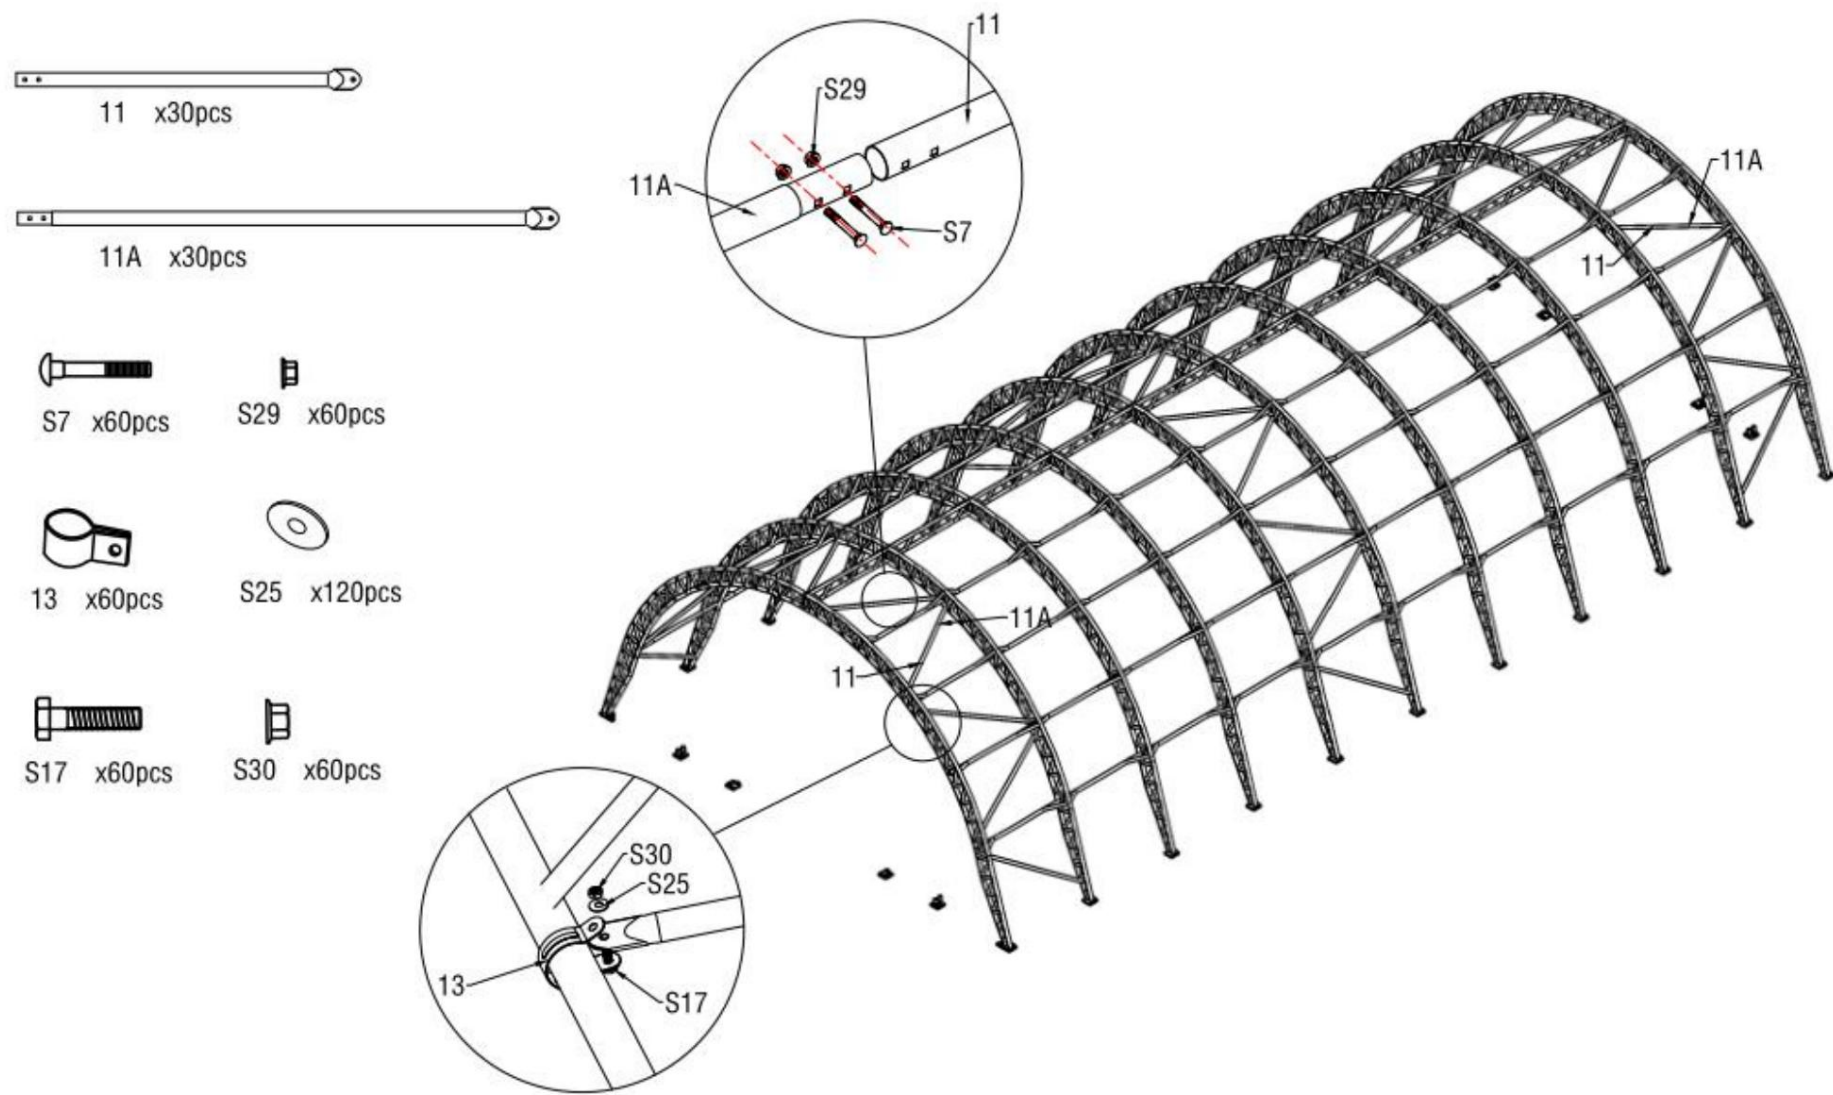

Figure 10
6. Comme illustré à la figure 10, localisez le tube de support diagonal femelle (n° 11) et le tube de support diagonal mâle (n° 11A) et assemblez chaque tube de support avec un boulon de carrosserie M8x60 (n° S7) et un écrou à embase M8 (n° S29). Fixez ensuite le tube de support diagonal à l'arche à l'aide du clip (n° 13).